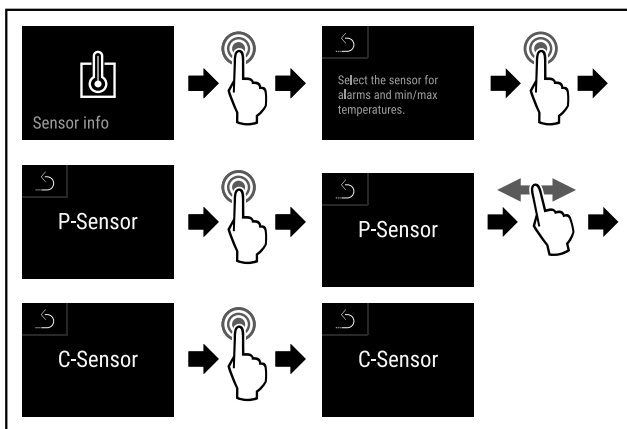

Fig. 166
- ▶ Efectuați pașii de acțiune (vezi Fig. 166).